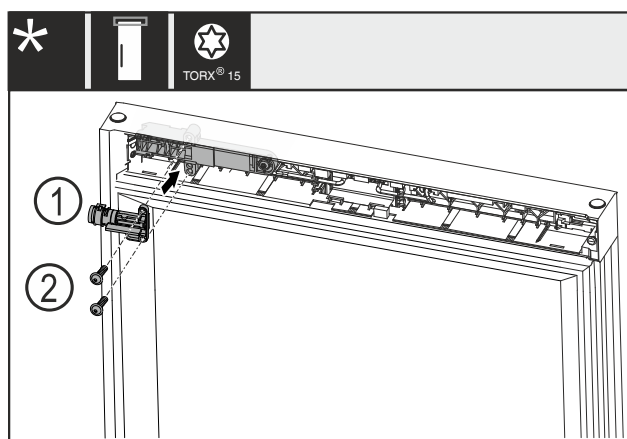

Fig. 23
- Otočte mechanický zámek Fig. 23 (1) o 180° a namontujte jej na protější straně.
- Mechanický zámek Fig. 23 (1) upevněte šrouby Fig. 23 (2).